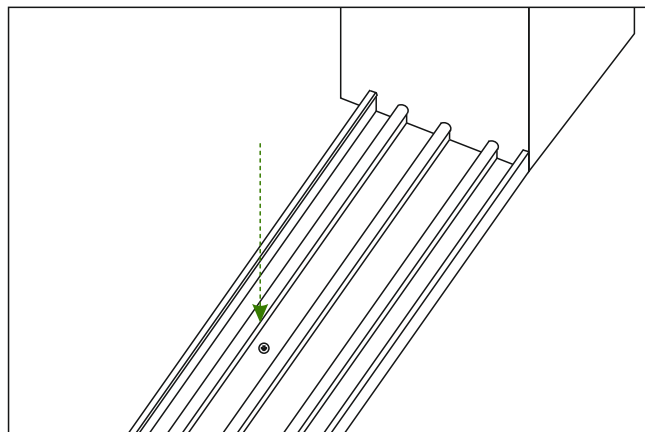

Abb. 9
2. Schrauben Sie nun die Unterschiene an das Tragprofil oder andere dafür vorgesehene Fundamente mit geeigneten Schrauben fest. Siehe Abb. 9.